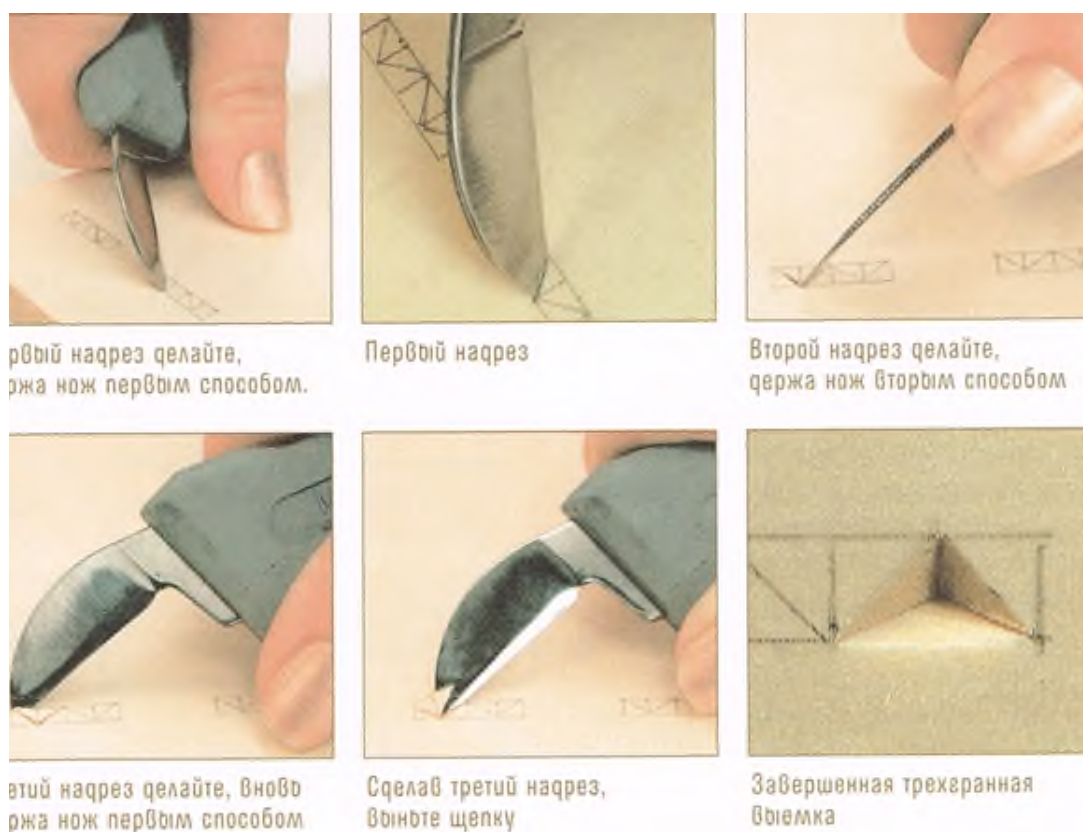

Рисунок 24 - Выполнение трехгранной выемки надрезкой
4.2 Выполнение выемки (рисунок 24):